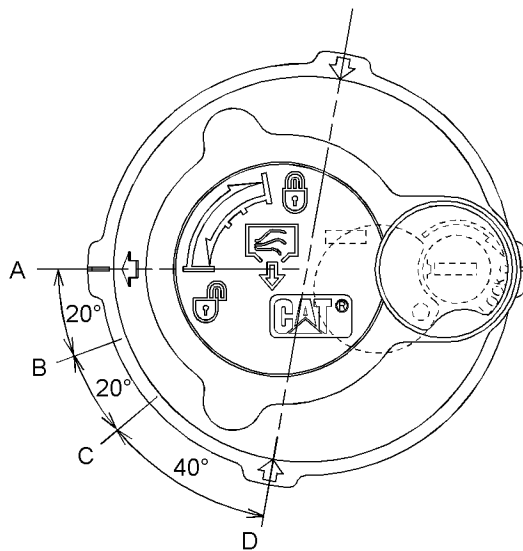

Fig. 321
15. Aflast det tryk, der kan findes i returhydraulikkredsløbet, ved hjælp af følgende procedure. Se fig. 321 for at få vist påfyldningsdækslets positioner.
- Drej påfyldningsdækslet mod uret, uden at påføre nedadgående tryk, og flyt pilen fra position (A) til position (B).
- Aflast trykket i mindst 45 sekunder ved at flytte pilen fra position (B) til position (C).
- Tryk ned på midten af påfyldningsdækslet. Uden at vippe påfyldningsdækslet flyttes pilen fra position (C) til position (D).
- Spænd påfyldningsdækslet fast på hydrauliktanken til position (A).